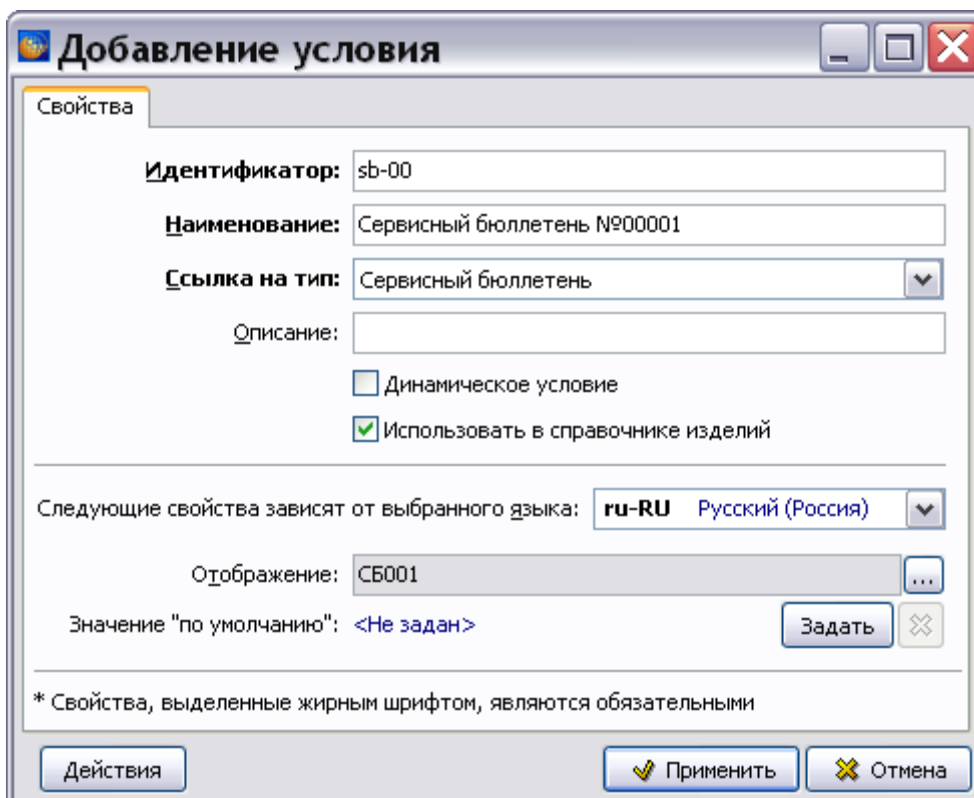

Рис. 22.20
- Нажмите на кнопку **Применить**. При этом произойдет возврат в диалоговое окно **Добавление условия**. Выберите из раскрывающегося списка название языка. При этом в поле **Отображение** появится отображение условия, соответствующее выбранному языку (Рис. 22.20).